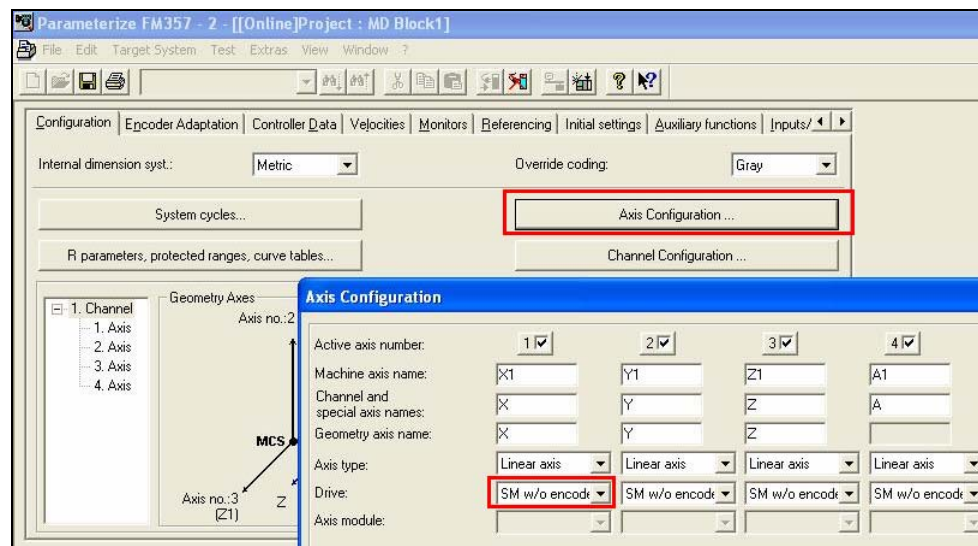

图 8 轴参数配置
1) 轴配置。点击 Axis Configuration。以 X 轴为例，“SM w/o encoder”表示驱动设备是不带编码器的步进电机（图 8）。